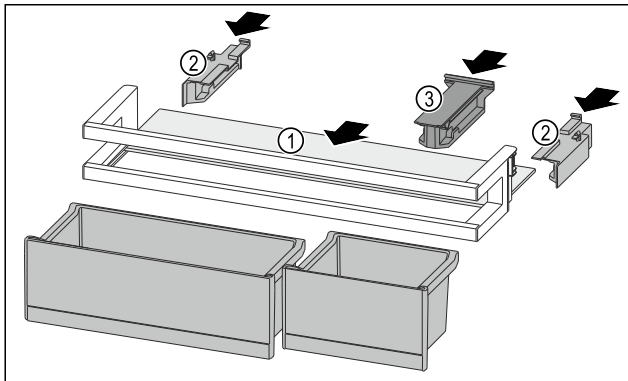

Fig. 134
- ▶ Abstellfläche Fig. 134 (1) in die seitlichen Einsparungen einschieben.
- ▶ Seitenteile Fig. 134 (2) einsetzen.
- ▶ Halteteil Fig. 134 (3) einsetzen.